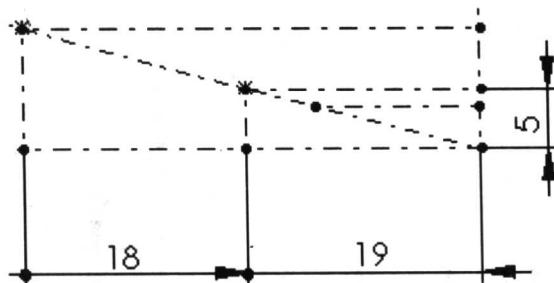

图 1-6 水平线草图
5) 用“中心线”绘制出一条水平线，起点与曲线“重合”，终点与竖直线“重合”，如图 1-6 所示。